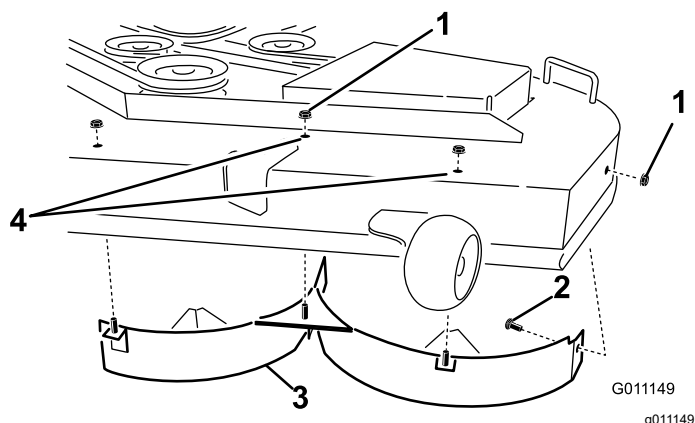

Figura 17
4. Îndepărtai cele 3 contrapiulie (5/16") fixate pe suporturile sudate ale deflectorului stâng din partea superioară a punii mainii de tuns iarba, aflate în poziie centrală, la stânga de centru i în partea stângă (Figura 17).
5. Îndepărtai urubul de fixare i contrapiulița de pe peretele lateral al punii mainii de tuns iarba, care fixează deflectorul stâng pe punte (Figura 17).
6. Îndepărtai deflectorul stâng de pe puntea mainii de tuns iarba (Figura 17).
7. Localizai cele 2 boluri printre accesorii i folosii contrapiuliile existente pentru a monta aceste elemente de fixare în orificiile indicate în Figura 17, pe puntea mainii de tuns iarba, pentru a împiedica proiectarea reziduurilor.